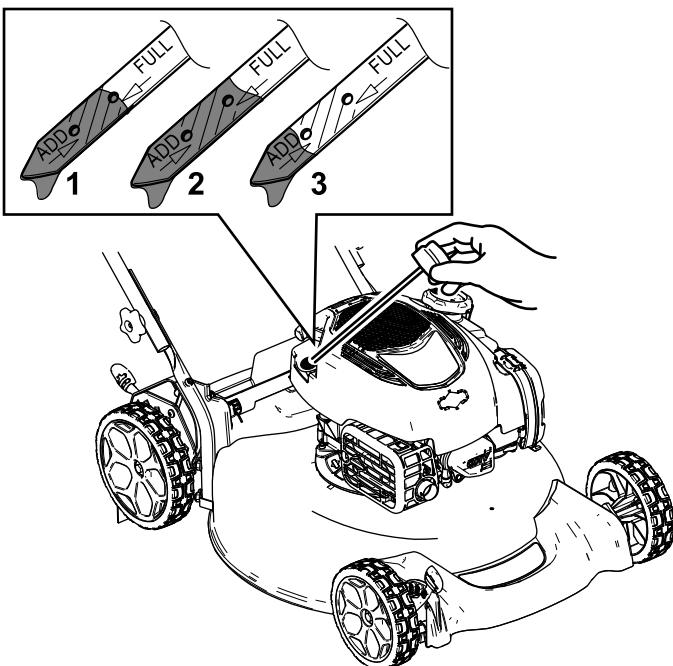

Figura 21
3. Retire la varilla girando el tapón en el sentido contrario a las agujas del reloj y tirando del mismo (Figura 21).
- Observe el nivel de aceite en la varilla (Figura 21).